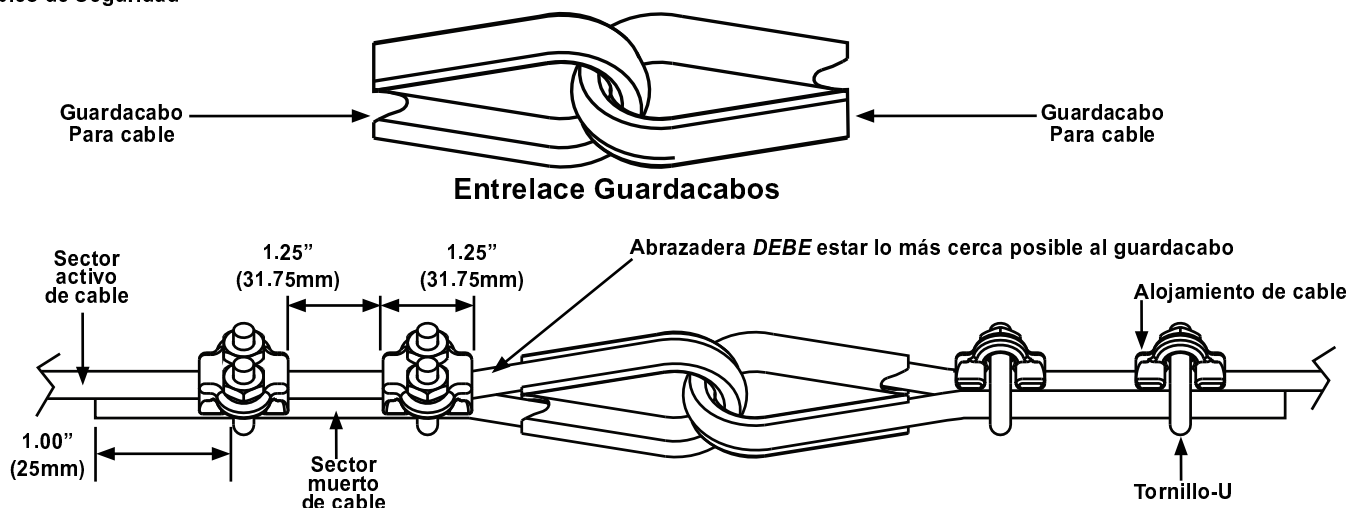

Figura 3-134
El método requerido para empalmar dos (2) cables juntos es enlazando guardacabos, usando el numero recomendado de prensa cables en cada lado. Vea Figura 3-134.
No empalme extremos de cables. Use método con guardacabos. Vea Figura 3-134.
- Paso 1. Enlace guardacabos. Ver Figura 3-134.
- Paso 2. Pase un excedente mínimo de 4 .00" (100 mm) de cable ¼" por el guardacabo como se muestra en la Figura 3-134 abajo.